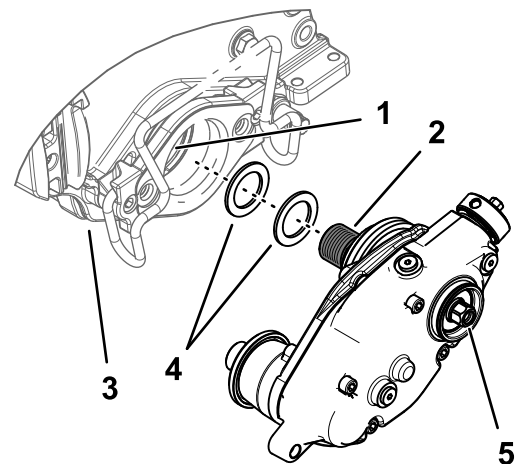

Figura 12
2. En el caso de una caja de transmisión del groomer instalada a la izquierda de una unidad de corte, monte 2 suplementos sobre las roscas del adaptador del molinete negro (**Figura 12**).
4. Fije la caja de transmisión del groomer al eje del molinete (**Figura 12**).
6. Mientras el molinete está inmovilizado, apriete la cabeza hexagonal del eje de la caja de transmisión a entre 135 y 150 N·m; consulte la Figura 12.